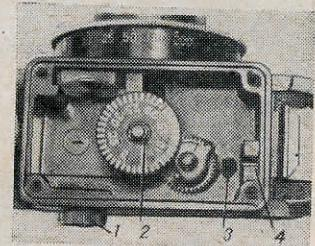
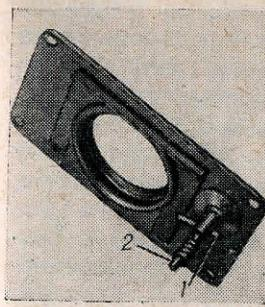

Рис. 66. Счетчик кадров аппарата «Смена»
Рис. 67. Штифт счетчика
**Видоискатель** аппарата не дает четкого определения границ снимаемого объекта (засорился частицами пыли). Надо против движения часовой стрелки вывинтить окуляр видоискателя 1 (рис. 66). Затем намотать на спичку чистую вату и получившийся тампон ввести в отверстие до внутренней стороны линзы видоискателя. Легкими движениями надо тщательно протереть линзу, меняя несколько раз тампоны. Убедившись, что линза имеет достаточную прозрачность, надо протереть ее с внутренней и наружной стороны и ввинтить окуляр на место.
**Счетчик кадров.** Чтобы избавиться от заедания счетчика, на его крышке вывинчивают четыре винта, удаляют пружинное кольцо с втулки диска с делениями 2 (рис. 66) и, сняв шестеренку, прочищают зубцы сначала концом иглы, а затем жесткой щеткой или кистью. После чистки шестеренку смазывают костяным маслом, устанавливают на свое место и производят сборку.
Неисправность, заключающаяся в перебое счета кадров, происходит от поломки или погнутости штифта. В первом случае надо выбрать оставшуюся часть штифта из отверстия втулки, изготовить по диаметру отверстия новый штифт 1 (рис. 67) длиной 10 мм и вбить в отверстие так, чтобы он сидел плотно и не мог сдвинуться. После этого штифт опиливают с двух концов, причем так, чтобы один конец его имел длину не больше 1,5 мм, а другой — 2,5—3 мм.
При сборке нижний конец кнопки 2, на котором находится пружина (рис. 67), вставляют в отверстие 3 (рис. 66). Штифт своим длинным концом помещается в